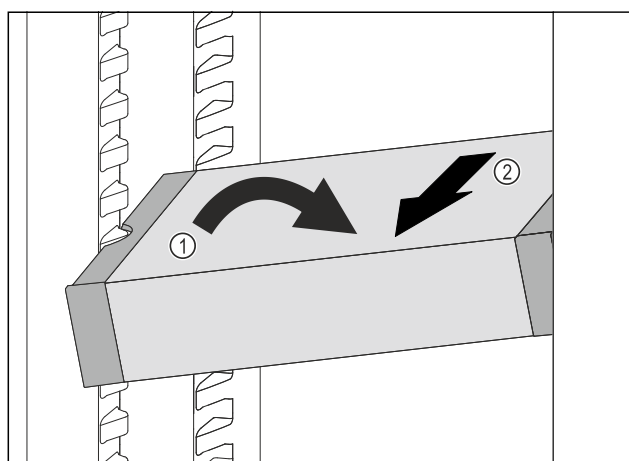

Fig. 98
- ▶ Ställ VarioSafe snett i kyldelen. Fig. 98 (1)
- ▶ Dra VarioSafe framåt för att ta ut den. Fig. 98 (2)